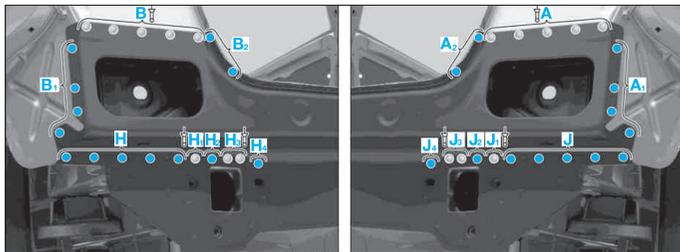

FIG. 119
- Riveter le jupe AR (rivet Polygrip à tête plate, tête ronde de Ø 6,4 x 14 mm) dans les zones (A) et (B) (Fig.119).